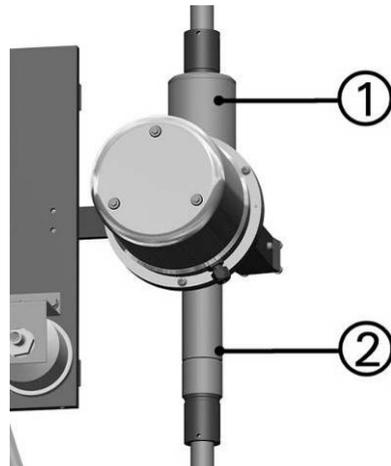

Figure 11: Position des coquilles d'isolation
1. Poser le ventilateur d'air de rinçage (2) au sol ou un autre support stable.	→ Figure 11
2. Fixer le filtre de protection (4) dans la position souhaitée.	→ Figure 11
3. Relier la sortie du filtre de protection à l'embout d'entrée du ventilateur à l'aide du flexible (3)	→ Figure 11
4. Glisser l'extrémité du flexible (450 mm) provenant de l'entrée du refroidisseur sur la sortie du ventilateur à air de rinçage.	→ Figure 11